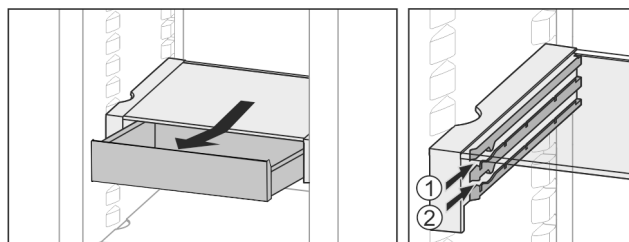

Fig. 27
- Zasuňte ju v ľubovoľnej výške Fig. 27 (1) alebo Fig. 27 (2).